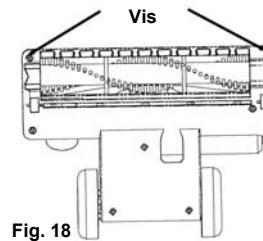

Fig. 18
- Utilisez un tournevis Philips N° 1 pour retirer les deux (2) vis avant se trouvant sous la brosse à planchers motorisée. (Fig. 18)
- Retirez soigneusement la brosse en enlevant le côté droit de la brosse et ensuite son côté gauche. Assurez-vous de ne pas égarer les capuchons et rondelles (x2) (Fig. 18).